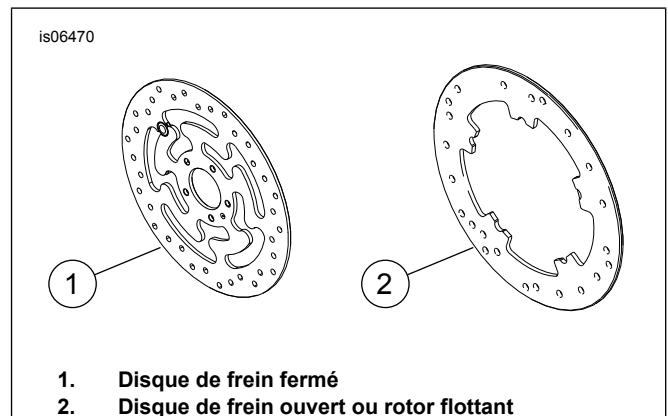

Figure 1. Styles de disque de frein avant
- Vis de disque de frein (consultez Figure 1 et Tableau 1 .)